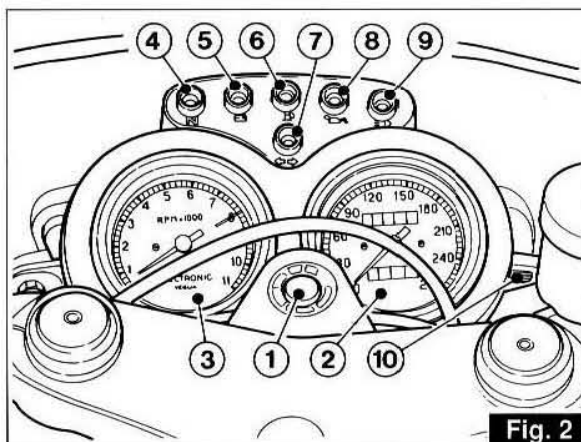

Fig. 2
#### 3.1 TABLEAU DE BORD (fig. 2)
#### 3.1 INSTRUMENTENBRETT (Abb. 2)
Avec la clé «1» de fig. 2 position «ON» le moteur est prêt au démarrage.
Quand le moteur est arrêté, tourner la clé du commutateur de fig. 2 en position «OFF», puis retirer la clé.
Befindet sich der Schlüssel «1» (Abb.2) in Schaltstellung «ON», ist das Fahrzeug startbereit.
- Steht der Motor, muss man den Zündschlüssel (Abb.2) auf Schaltstellung «OFF» drehen und anschliessend abziehen.